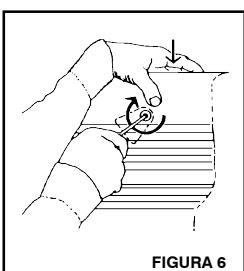
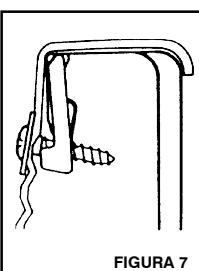

FIGURA 6
FIGURA 7
1. Empieze de cualquier esquina frontal y empuje el Bedliner hacia abajo y con el desarmador apriete el tornillo en el sentido de las manecillas del reloj (Vea Figura 6) Deberá sentir que el sujetador dejará de pivotear y se detenga, continue apretando que sé apriete (Vea Figura 7).